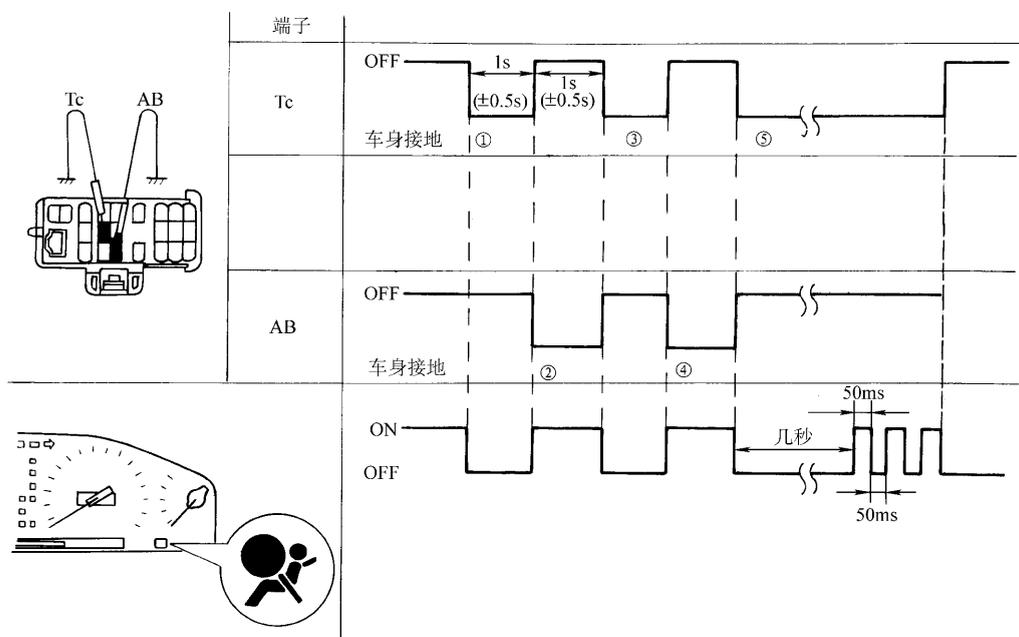

图 2-181 用维修导线清除故障码
(1) 连接 2 根维修导线至检查连接器的 Tc 和 AB 端子。
(2) 将点火开关拧至 ACC 或 ON 并等待约 6s。
(3) 从 Tc 端子开始，交替将 Tc 端子和 AB 端子接地各 2 次，每次周期 1s。保证其中一个端子接地。最后确保 Tc 端子接地（图 2-181）。
(4) 执行清除程序后几秒，SRS 警告灯将以 50ms 周期闪烁以指示代码已清除（图 2-181）。